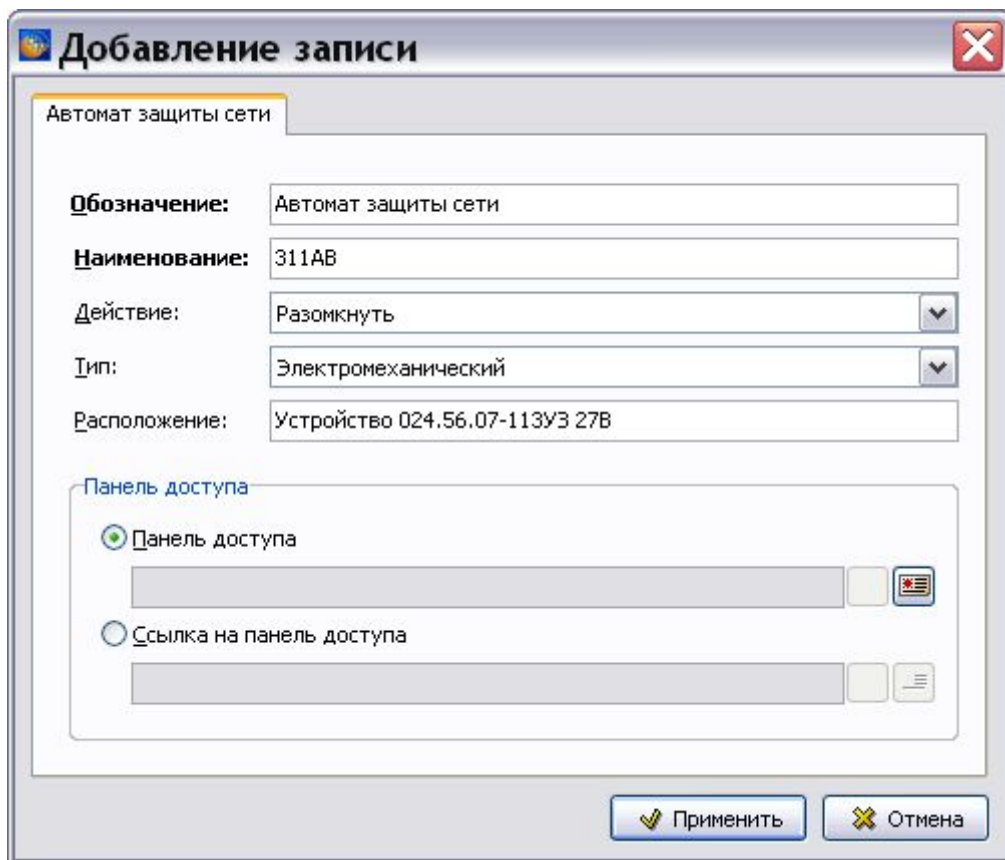

Рис. 6.14
5. Введите данные автомата защиты, например (Рис. 6.14):
6. В полях **Действие** и **Тип** выберите значения из выпадающего списка, например **Действие** – «Разомкнуть», **Тип** – «Электромеханический» (Рис. 6.14).